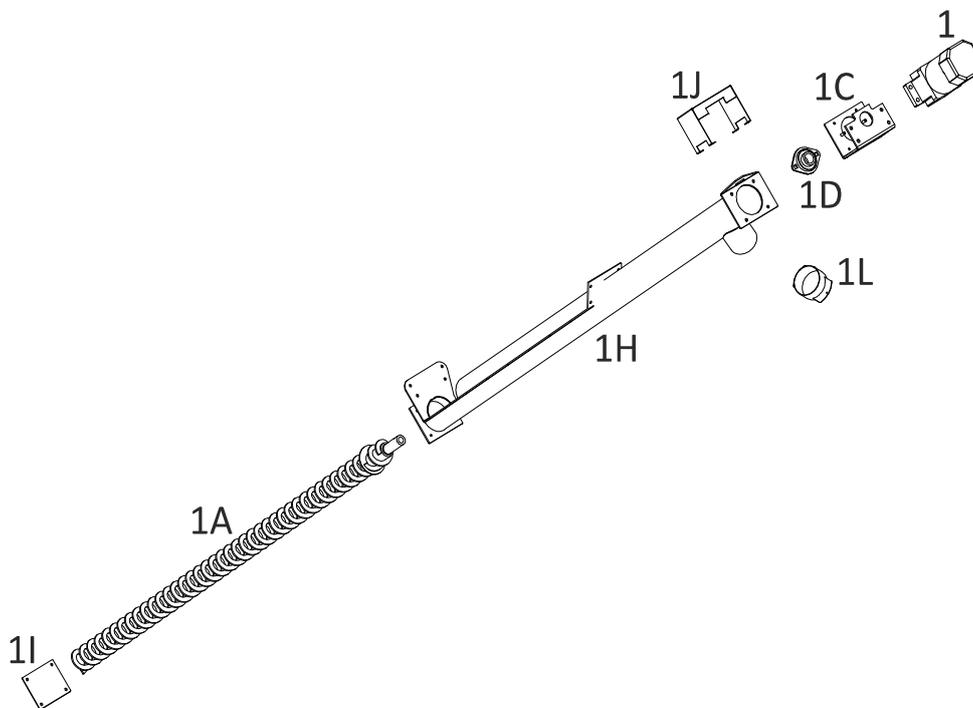

Figura 8
- 4.7. Para realizar el montaje del eje del sin fin, basta con observar la disposición de las piezas en la figura 8.